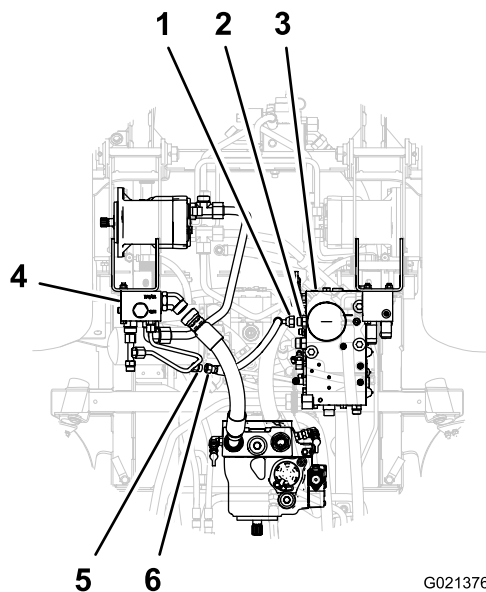

Bild 12
1. Fluchten Sie das gerade Anschlussstück am Rücklaufschlauch mit dem Gewindeanschlussstück am Schlauchverteiler aus (Bild 12).
2. Fluchten Sie das 90°-Anschlussstück am Rücklaufschlauch mit dem Gewindeanschlussstück im Kombinationsverteiler aus (Bild 12).